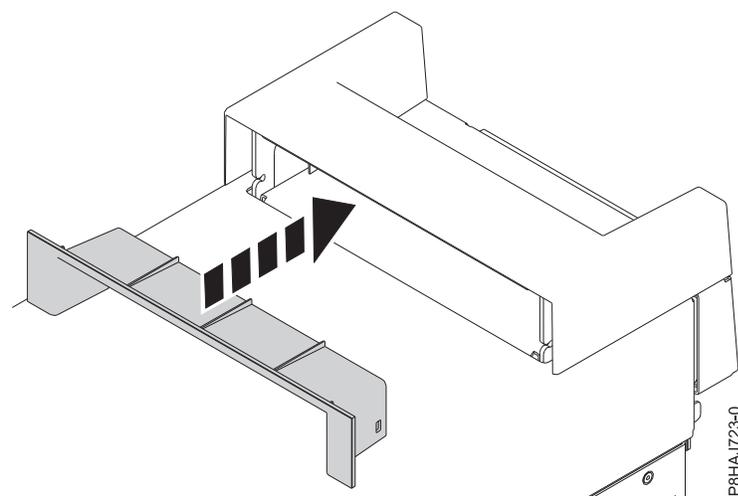

Figure 39. Insertion de la pièce plastique dans la poignée sur un système autonome 8286-41A
2. Insérez la pièce plastique (garniture intérieure) dans la poignée en la poussant fermement comme illustré figure 39.